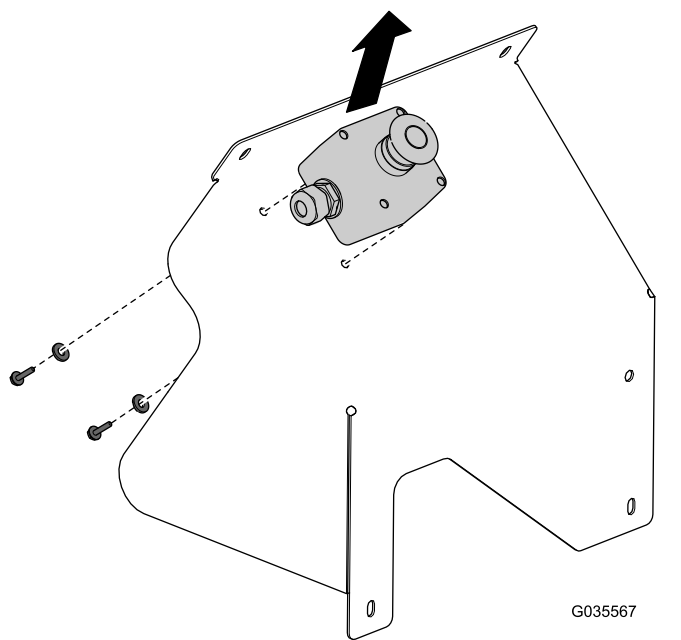

Figura 2
6. Retire o conjunto do botão E-Stop da cobertura (Figura 2).